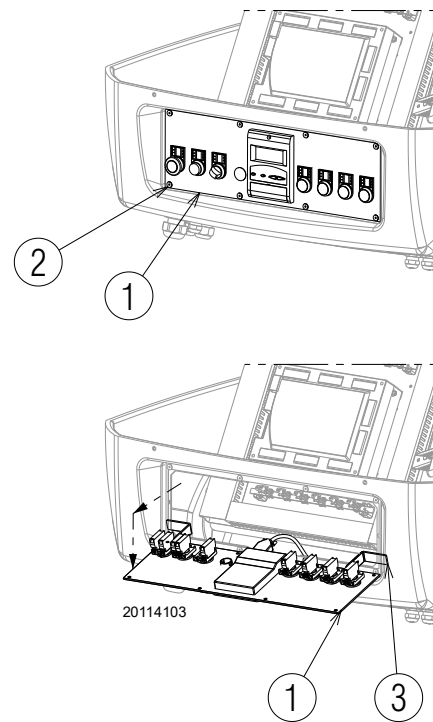

Fig. 42
- extraire le panneau de commande 1) et le tourner 90°, en l'accrochant avec les brides 3) correspondantes dans le profil du tableau électrique comme indiqué dans la Fig. 42 ;